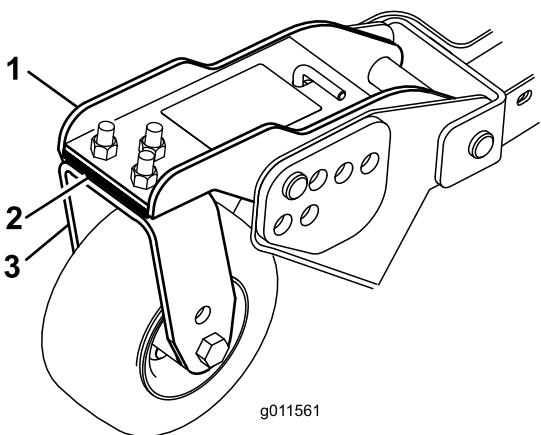

Рисунок 27
- Отрегулируйте количество 3-миллиметровых регулировочных прокладок на рычаге (рычагах) передних поворотных колес так, чтобы высота скашивания соответствовала указанному на наклейке значению (Рисунок 27).
переднего внутреннего поворотного колеса на боковой деке газонокосилки (Рисунок 27).